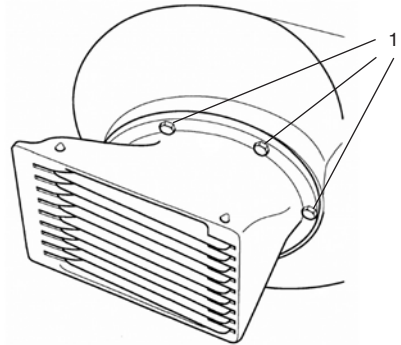

Рис. 35 Снятие корпуса водозаборника
4. Открутите шесть гаек 1 крепления корпуса водозаборника и снимите корпус водозаборника (Рис. 35).